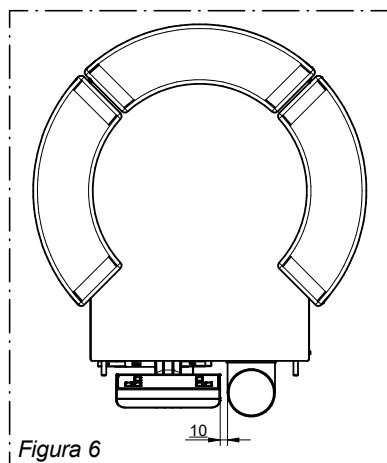

Figura 6
- Porre particolare attenzione nell'assemblaggio del tubo uscita fumi poiché lo stesso deve distare non meno di 10 mm dal pannello comandi (Figura 6): assemblare il tubo a ridosso del pannello significa danneggiare il pannello comandi (danno non coperto da garanzia). Con questa installazione è possibile canalizzare posteriormente l'aria calda utilizzando solamente l'uscita lato destro. Attenzione! nella versione canalizzabile è tassativamente vietato l'utilizzo della canalizzazione lato sinistro.